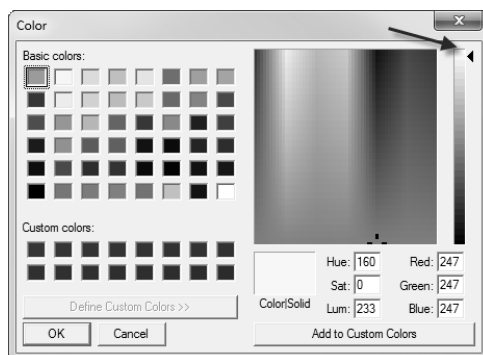

图 13-72 颜色拾取
(10) 将 Type 设置为 ColorAlpha，Pixel mapping 设置为 Linear2，Mode 设置为 Greaterthan。单击 Color 选项进入如图 13-72 所示的颜色拾取器，具体设置如图所示，单击 OK 按钮去除白色底色。
- (11) 单击 Close 按钮关闭 Image Plane 对话框。